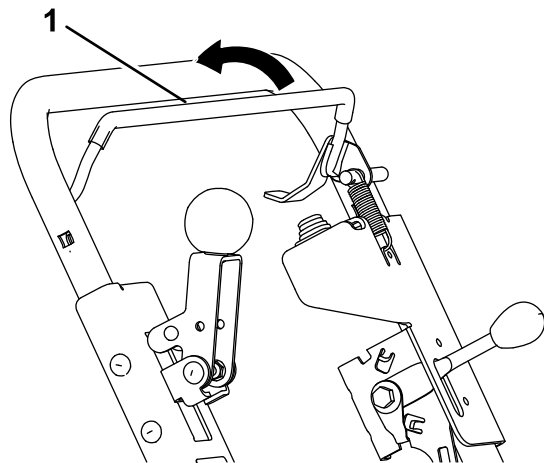

Figura 7
- Para arrancar la máquina, apriete la barra de control de presencia del operador (Figura 7). Siga apretando la barra de control de presencia del operador para permitir que la máquina funcione.